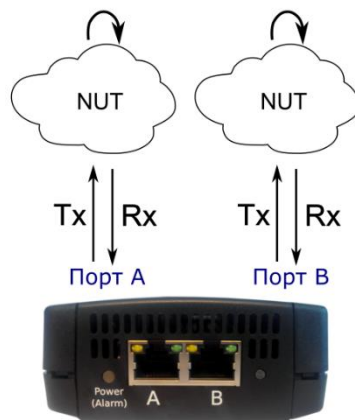

Рисунок 10.5. Подключение прибора для проведения двух тестов. Вариант 2
2. Оба порта прибора подключаются к сети и одновременно проводятся измерения с порта А на порт А и с порта В на порт В (см. рис. 10.5). Для перенаправления трафика используется другой прибор или аналогичное оборудование.